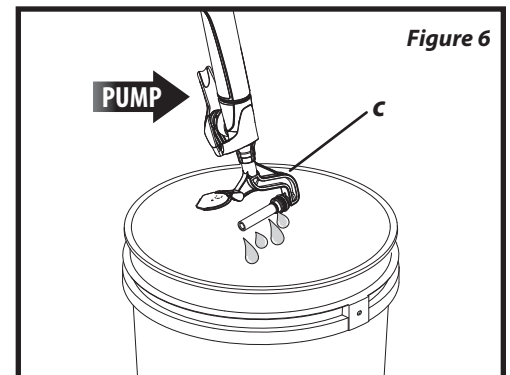

Figure 6
6. With the roller arm assembly (c) pointed into a waste container, repeatedly pump the trigger to flush the mineral spirits through the trigger housing and roller arm (figure 6). Refill and repeat a minimum of 2-3 times.
6. En orientant l'ensemble du bras du rouleau (c) vers un récipient à déchets, appuyez sur la détente à plusieurs reprises pour faire passer l'essence minérale à travers le boîtier de la détente et le bras du rouleau (figure 6). Remplissez à nouveau le tube et répétez cette étape au moins deux ou trois fois.